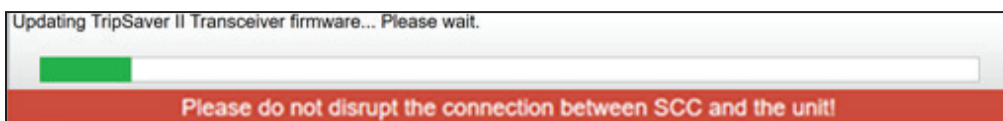

Figura 5. La barra de progreso de la actualización del firmware.
- Actualiza el firmware (Ver la Figura 5.)